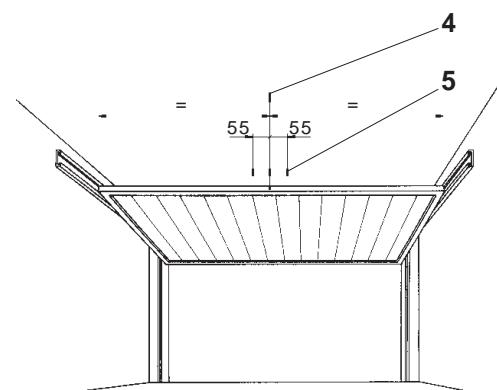

Fig. 3
- Aprire completamente il portone, riportare sul soffitto del garage il punto centrale del portone (4). A sinistra e a destra del punto centrale portone, ad una distanza di 55 mm, riportare segni chiari e ben visibili (5). Fig. 3
- Aprire completamente il portone, indicare il punto centrale del portone (4) sul soffitto → asse automatismo. Fig. 3